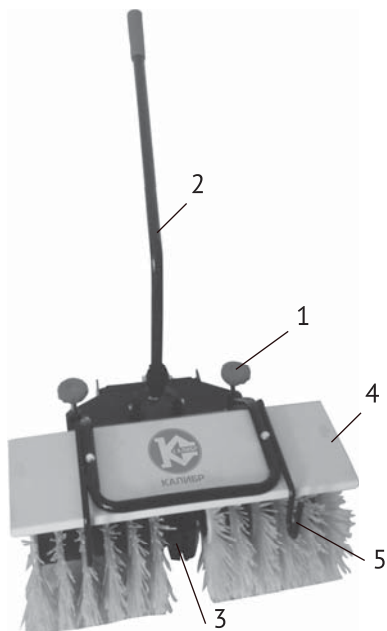
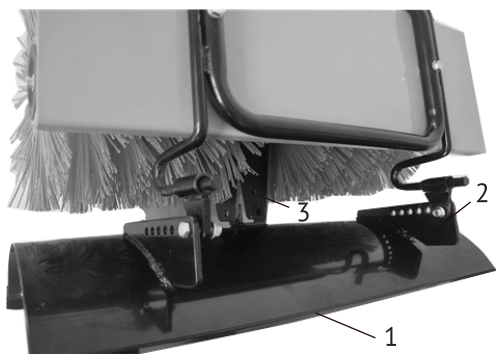

рис. 1
рис. 2
4.1 Общий вид насадок представлен на рис.1 и рис.2